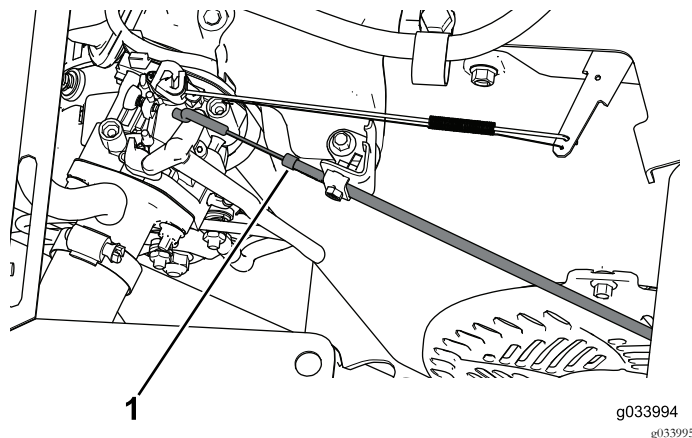

Figura 11
5. Desconecte el cable del estérter del motor (Figura 11).